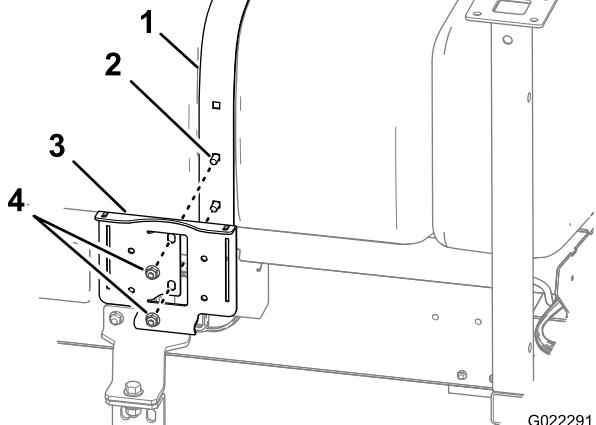

図 8
- タンク前部固定ベルトの側部にあるキャリッジボルト (2本) に、すすぎポンプ用のブラケットを取り付ける；3/8 インチのフランジナットを使用する（図 8）。